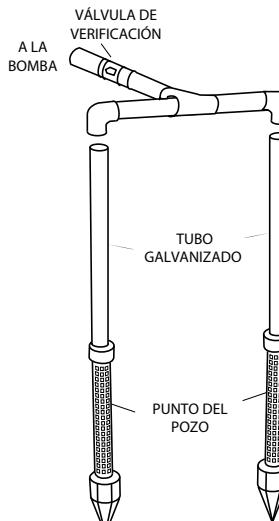

Figura 5
#### A. Conexión del Bocal de Succión (Figura 5)
5. Hacer funcionar la bomba. Una bomba bien cebada debe descargar agua sin aire a una presión constante. Si la bomba no produce agua después de cinco minutos, pararla, soltar la presión, sacar el tapón del bocal de cebado, agregar más agua, recolocar el tapón y recomenzar. Cerciorarse que la válvula de pedestal está bien instalada en el tubo de succión (Figura 5).